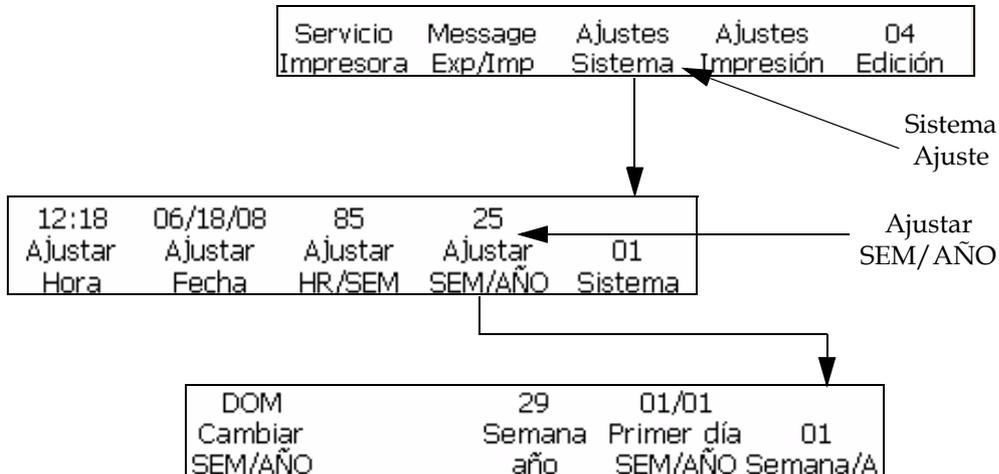

Figura 4-22: Marco <01 SEM/AÑO>
- 1 Desplácese hasta el marco <01 SEM/AÑO> (01 Edición > 02 Edición > 03 Edición > 04 Edición - Sistema Ajuste > 01 Sistema - Ajustar SEM/AÑO > 01 SEM/AÑO). Consulte la Figura 4-22.